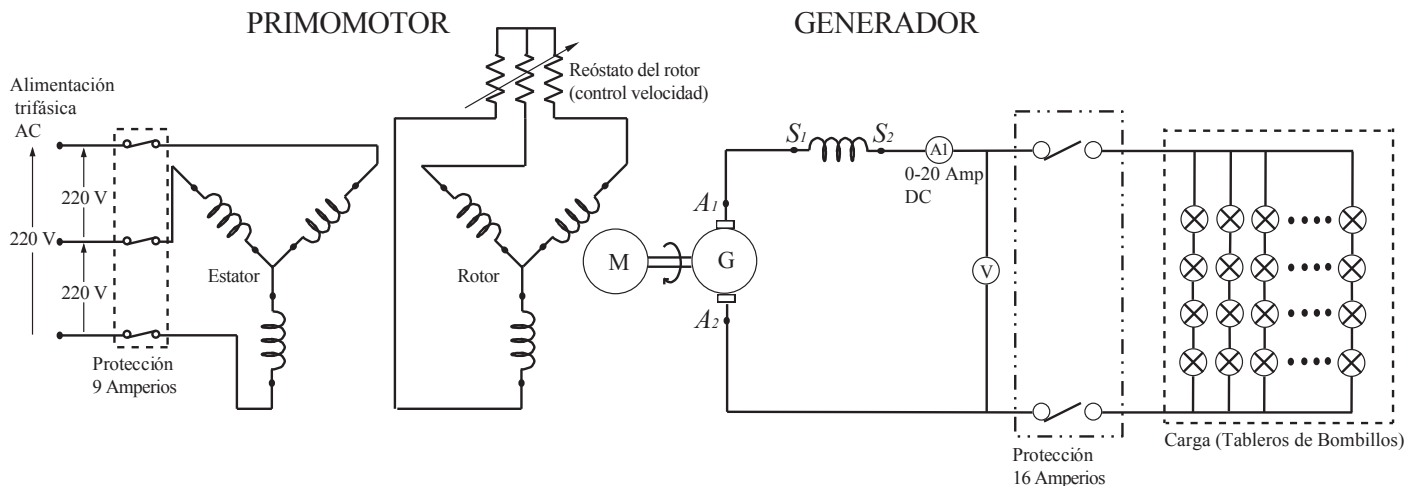

Figura 3: Conexión del conjunto primomotor-generador DC en serie
1. Realice el montaje del circuito de la figura 3.